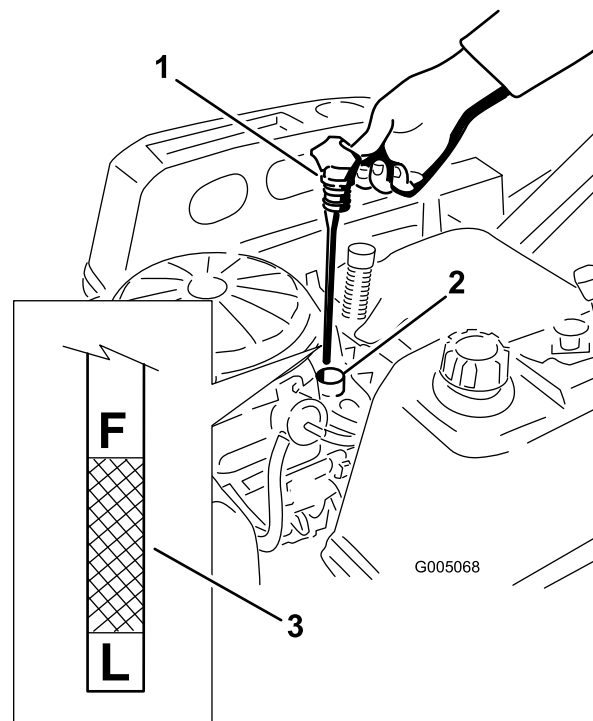

Bild 36
5. Setzen Sie den Peilstab wieder ein und drücken Sie ihn richtig rein (Bild 36).
6. Nehmen Sie den Peilstab heraus und prüfen Sie den Ölstand (Bild 36).
9. Entfernen Sie den Ölfüllstutzendeckel und den Peilstab (Bild 36).
19. Gießen Sie ca. 80 % der angegebenen Ölmenge langsam in den Einfüllstutzen (Bild 36).
20. Setzen Sie den Ölfüllstutzendeckel und Peilstab ein und drücken sie zurecht (Bild 36).
21. Prüfen Sie den Ölstand (Bild 36), siehe Prüfen des Motorölstands (Seite 32).
23. Setzen Sie den Ölfüllstutzendeckel und Peilstab ein und drücken sie zurecht (Bild 36).